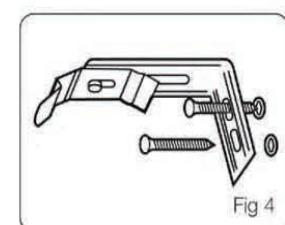

Fig 4
**Fitting onto a wall:** Attach the bracket to the angle attachment using screws and bolts as shown (fig. 4) and screw tightly to the wall.
**3. Montering på vegg:** Monter braketten til vinkelfestet med skruer og muttere som vist (fig.4), og skru fast på vegg.
**3. Montering på vägg:** Monter konsolerna på vinkelfästet med skruer och muttrar såsom visas (bild 4), och skruva fast i väggen.